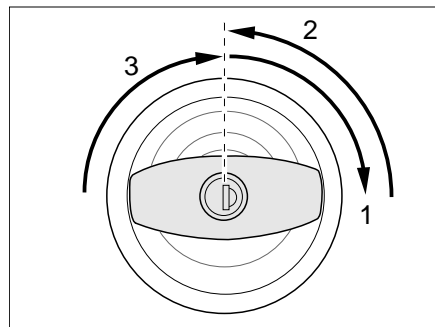

Bild 19 Türschloss Eingangstür, außen, öffnen
- Schlüssel in Schließzylinder stecken und im Uhrzeigersinn drehen (Bild 19,1), bis das Türschloss entriegelt ist.
- Schlüssel in Mittelstellung zurückdrehen (Bild 19,2) und abziehen.
- Türknauf im Uhrzeigersinn drehen (Bild 19,3), bis Türschloss entriegelt ist.